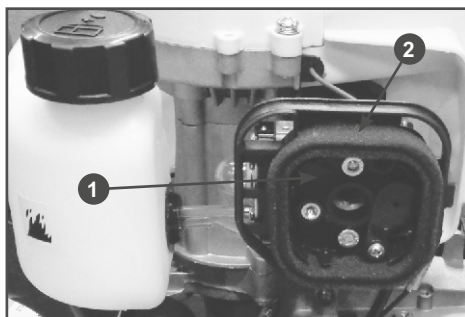

Рис. 8 Обслуживание воздушного фильтра
2. Выньте фильтрующий элемент 2 (Рис.8) из корпуса воздушного фильтра 1, промойте его чистой, теплой мыльной водой и просушите.